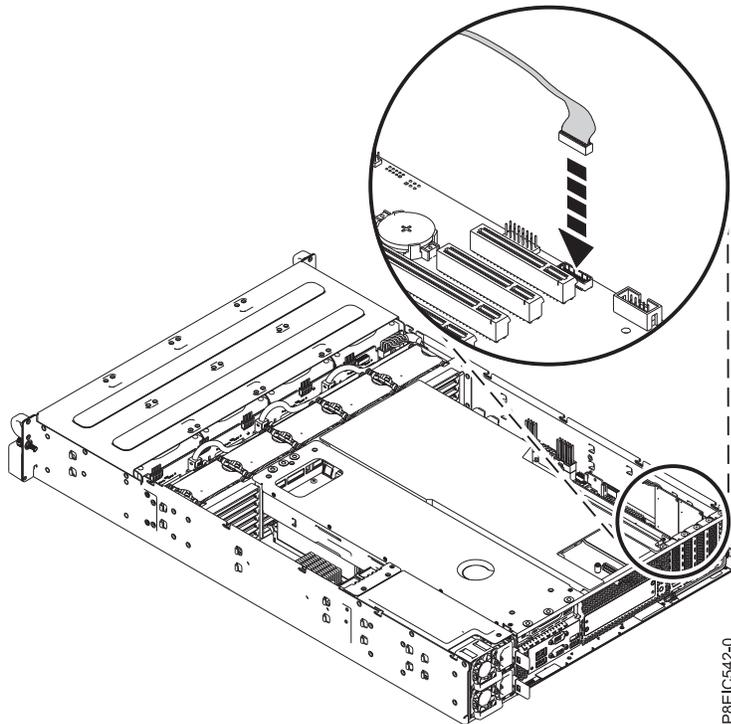

Abbildung 112. USB-Kabel an der Vorderseite anschließen
8. Tauschen Sie das USB-Signalkabel an der Vorderseite an der Systemrückwandplatine aus (siehe Abb. 112).